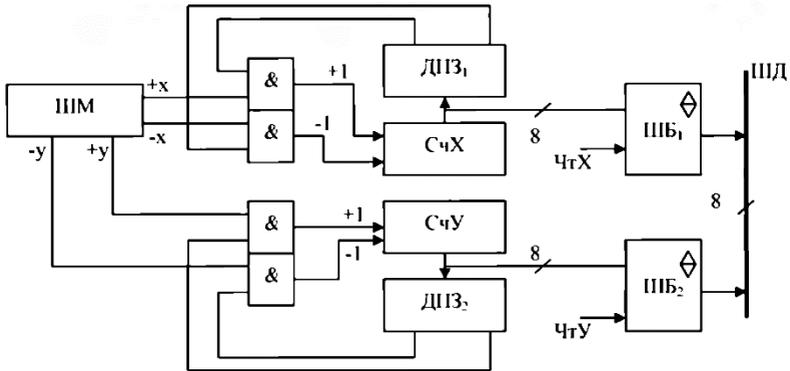

Рис. 31. Упрощенная схема интерфейса ШМ
**Шаровой манипулятор (трекбол)** иногда называют перевернутой механической мышью, так как перемещение курсора связано с ручным вращением выступающего над поверхностью шарика, расположенного в верхней части корпуса манипулятора. Трекболы применяются в системах автоматического проектирования, обработки изображений и управления игровыми программами. Движение шарика в трекболе преобразуется в сигналы отсчетов по осям X и Y. По каждому из направлений формируется до 480 импульсов на один оборот шарика, частота импульсов пропорциональна скорости вращения. Трекбол является оптомеханическим устройством, содержащим оптические датчики с фотодиодами (приемниками света), расположенными так, чтобы определить, каким образом вращается шарик: вверх, вниз, влево или вправо. Датчик формирует сигналы с уровнем ТТЛ: +X, -X, +Y, -Y. На рис. 31 представлена упрощенная схема интерфейса шарового манипулятора (ШМ).